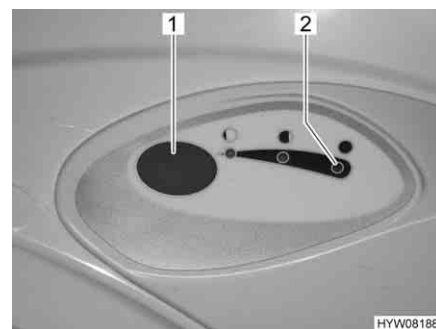

Fig. 164 Pulsante dello sciacquone/spia di controllo (toilette Thetford)
- Per sciacquare premere il pulsante blu (Fig. 164,1).
La spia di controllo (Fig. 164,2) si accende quando il serbatoio fecale deve essere svuotato.